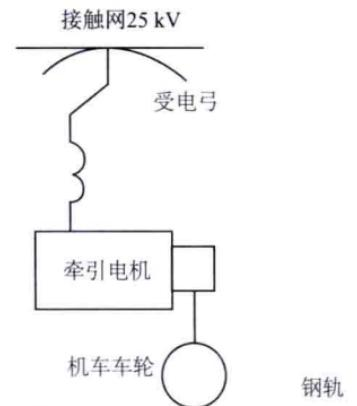

图 1-1 HXD2B 型电力机车基本结构 1
1. HXD2B 型电力机车和所有电力机车一样,都是依靠受电弓从接触网上引下电流供给牵引电机旋转,带动车轮沿轨道运动。如图 1-1 所示。